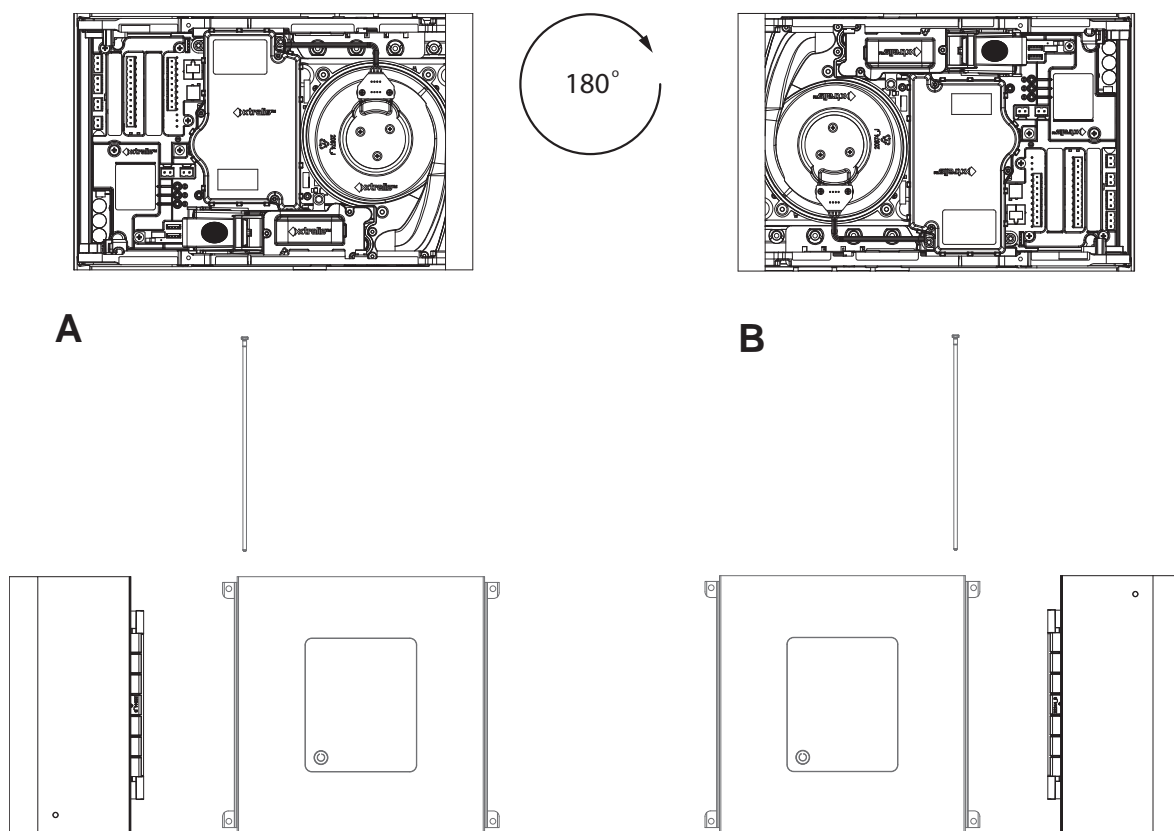

Рис. 4-11: Поверните извещатель и дверцу и переместите дверцу на правую сторону передней панели
6. Измените сборку А на Рис. 4-11 на сборку В, выполнив следующие действия: